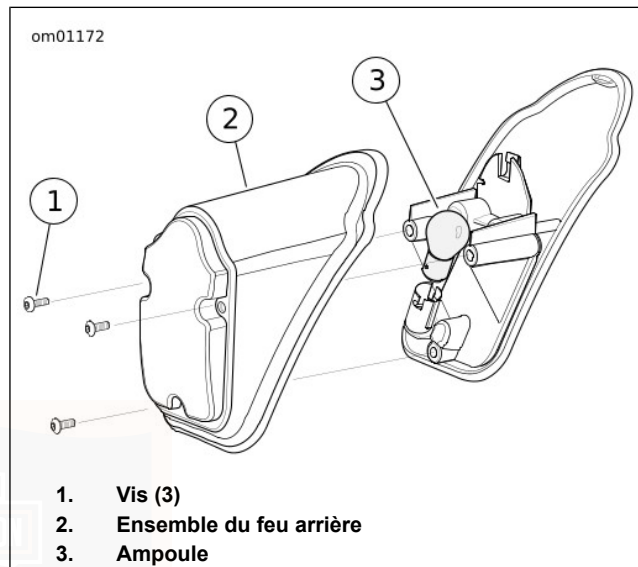

Figure 47. Ensemble du feu arrière : Style Tombstone
1. Voir Figure 47. S'assurer que l'interrupteur d'allumage est arrêté.
2. Déposer les trois vis (1) pour dégager l'ensemble du feu arrière (2) de la base.
3. Pousser l'ampoule (3) dans la douille et la tourner d'un quart de tour dans le sens antihoraire. Tirer l'ampoule de la douille.